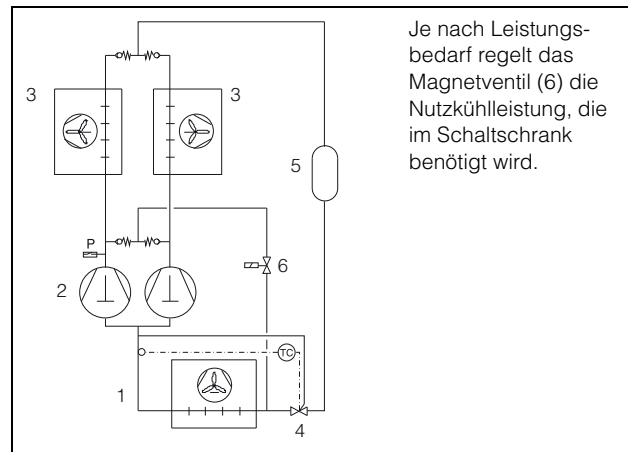

Abb. 2: Kältekreislauf
Das Kühlgerät (Kompressionskälteanlage) besteht aus den vier Hauptbestandteilen (vgl. Abb. 2): Verdampfer (1), Kältemittelverdichter (Kompressor) (2), Verflüssiger (Kondensator) (3) sowie dem Regel bzw. Expansionsventil (4), die durch Rohrleitungen miteinander verbunden sind. Dieser Kreislauf ist mit einem leicht siedenden Stoff, dem Kältemittel, aufgefüllt. Das Kältemittel R134a ( $\text{CH}_2\text{FCF}_3$ ) ist chlorfrei. Sein Ozon-Zerstörungs-Potenzial (OZP) beträgt 0. Es ist somit sehr umweltfreundlich. Ein Filtertrockner (5), der in den hermetisch geschlossenen Kältekreislauf integriert ist, bietet wirksamen Schutz gegen Feuchtigkeit, Säure, Schmutzteilchen und Fremdkörper im Inneren des Kältekreislaufes.